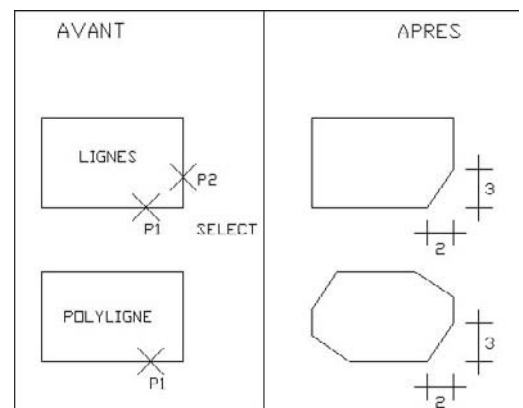

Fig.6.16
- 1 Exécuter la commande de chanfreinage à l'aide d'une des méthodes suivantes (fig.6.16) :